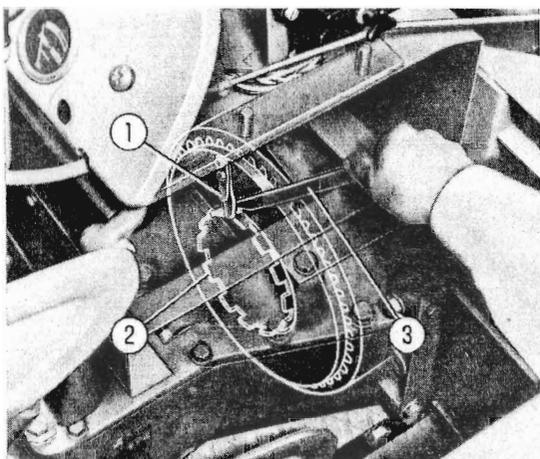

Fig. 12. - Registrazione frizione centrale.
- Smontare la batteria destra e togliere il coperchio superiore d'ispezione (vedi fig. 12).